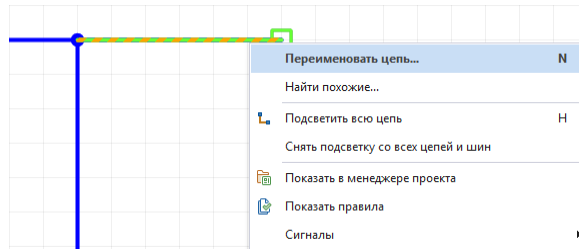

Рис. 103 Переход к переименованию цепи из контекстного меню
- Из контекстного меню цепи, выбрав пункт «Переименовать цепь...», см. Рис. 103.